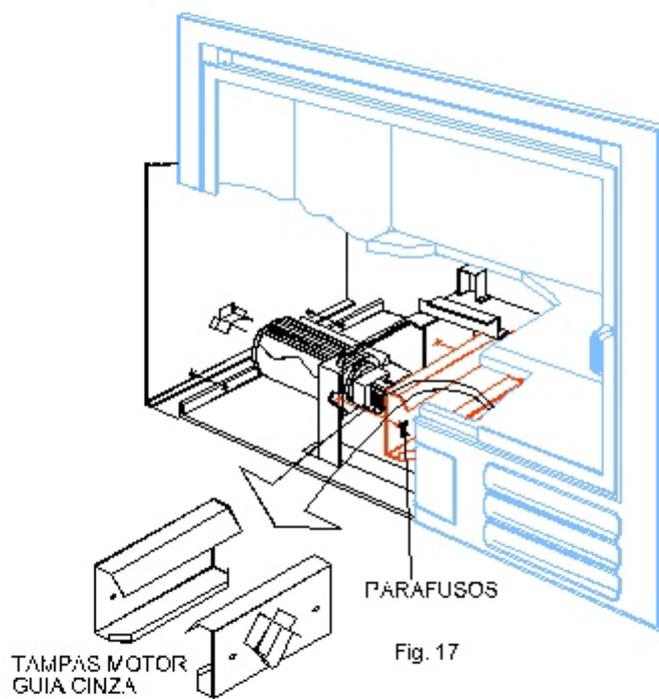

Fig. 17
- c) Soltar os parafusos (que fixam a tampa motor-guia cinza ao fundo de chapa), retirar a tampa motor-guia cinza pela passagem de esvaziamento de cinza. (Fig. 17)
- d) Uma vez feitos estes passos teremos total acesso ao ventilador. (Fig. 17)